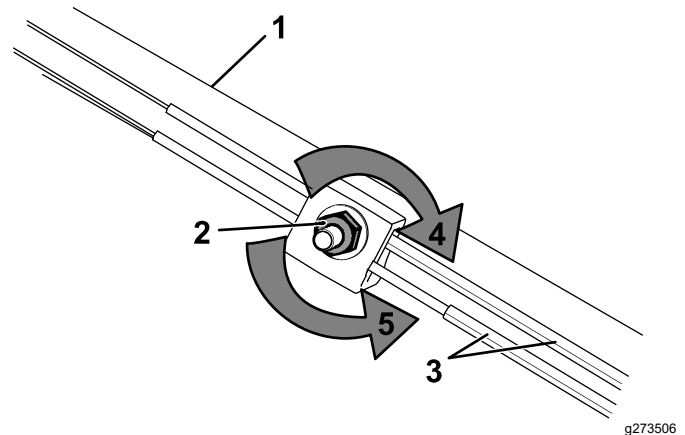

Figura 27
1. Gire la tuerca de ajuste en sentido antihorario para aflojar los ajustes de cables (Figura 27).
2. Ajuste la tensión de los cables (Figura 27) tirando de ellos hacia atrás o empujándolos hacia adelante, y sujételos en esa posición.